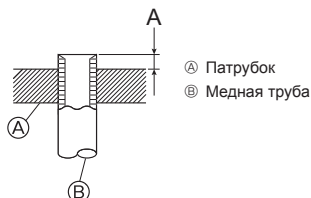

Fig. 4-9
- 3 Подключение трубопровода на газовой стороне выполняется с соблюдением следующей процедуры. (Fig. 4-9)
Таблица 3 (Fig. 4-9)